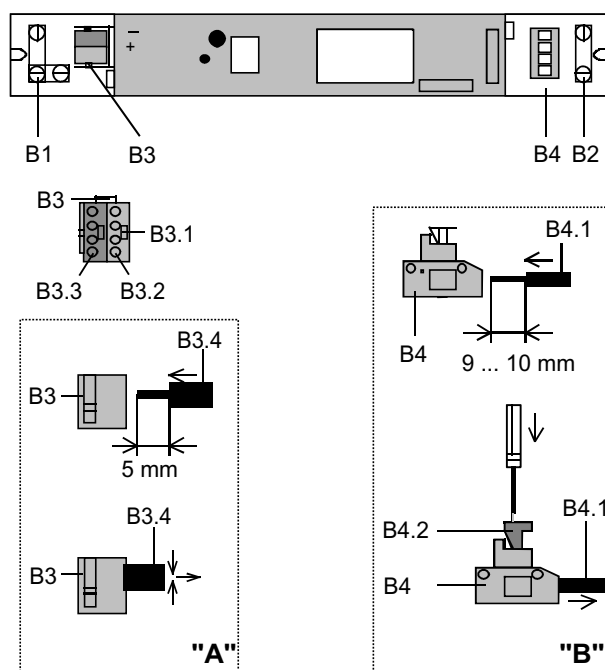

Bild 3: Anschlüsse
Busklemme abziehen (Bild 3)
Busklemme aufstecken (Bild 3)
Anschließen der Busleitung (Bild 3 "A")
- Der Leitungsmantel der Busleitung ist mit der Leitungsfixierung (B1) am Gehäuse des Einbaugerätes zu befestigen. Keine Leitungszugentlastung! (Bild 3).
Abklemmen der Busleitung (Bild 3 "A")
Laststromkreise anschließen (Bild 3 "B")
- Der Leitungsmantel ist mit der beigelegten Leitungsfixierung (B2) am Gehäuse des Einbaugerätes zu befestigen (Bild 3). Montage der Leitungsfixierung: Beide Teile sind übereinandergelegt zu montieren
Laststromkreise abklemmen (Bild 3 "B")